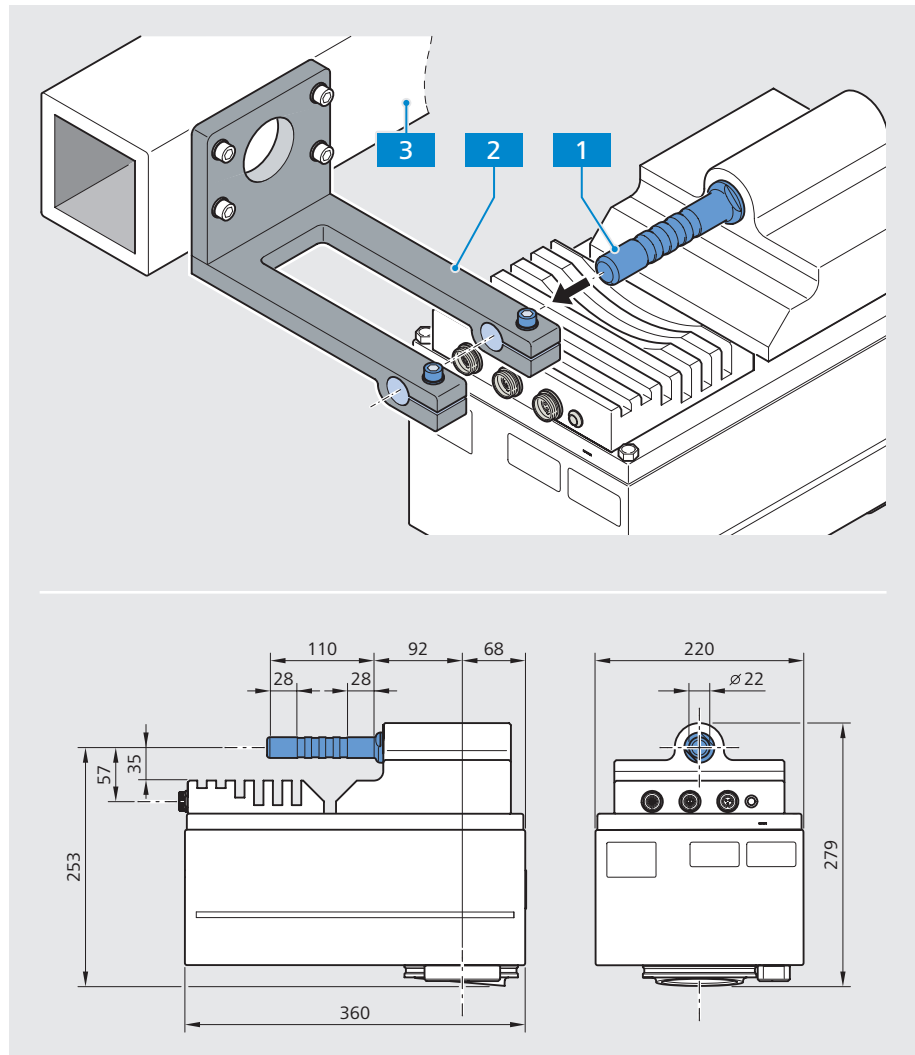
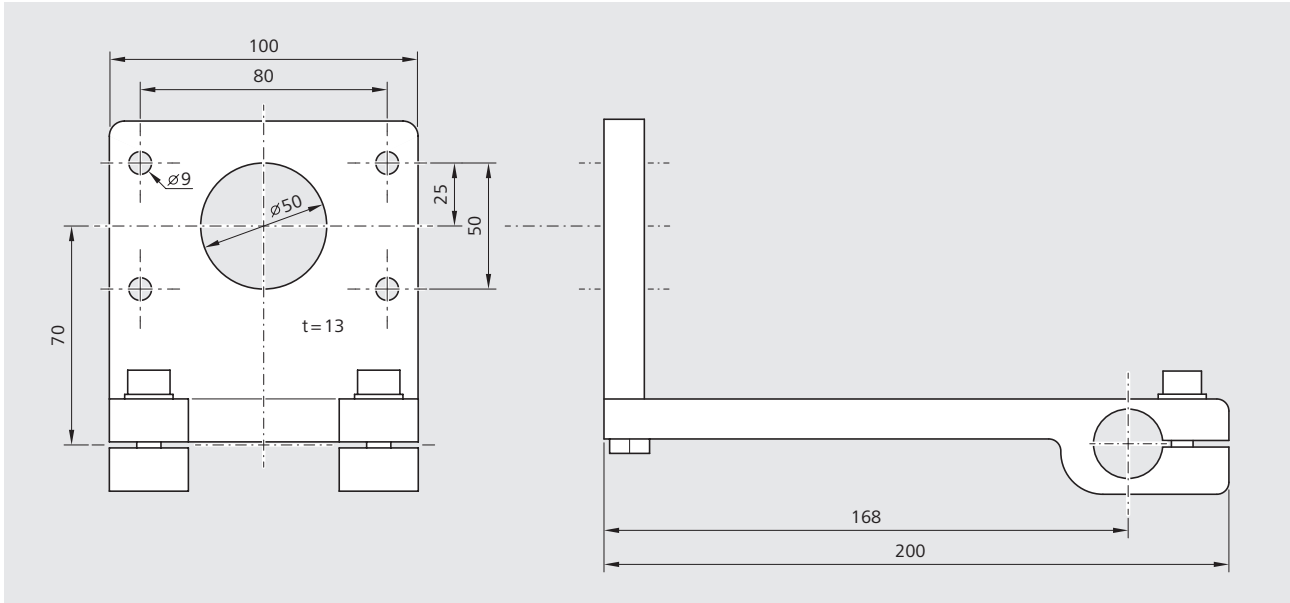

Abb. 1 Mechanische Schnittstellen der Corona process
Abb. 2 Maße der optionalen Montagevorrichtung
- 3 Stellen Sie sicher, dass die kundenseitige mechanische Schnittstelle die Maße aufweist, die zur Montage der **Corona process** benötigt werden (siehe auch Abb. 1 und Abb. 2).
2 Optionale Montagevorrichtung (siehe Abb. 2 auf nachfolgender Seite) – Bestandteil des Befestigungspaketes (000000-2107-066)